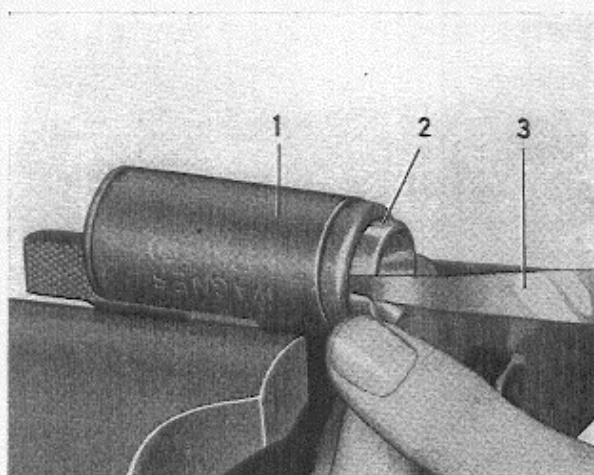

Abb. 54. Kontrolle des Spiels.
1. Die Abfüllschraube (2 Abb. 54) heraus-schrauben und die Bremsflüssigkeit ab-lassen.
Das Spiel zwischen Kolben und Zylinder darf 0,25 mm nicht übersteigen und wird lt. Abb. 54 gemessen. Ist das Spiel größer als 0,25 mm, Versuch mit einem neuen Kolben machen. Ist dies ohne Erfolg, neuen Zylinder nehmen.